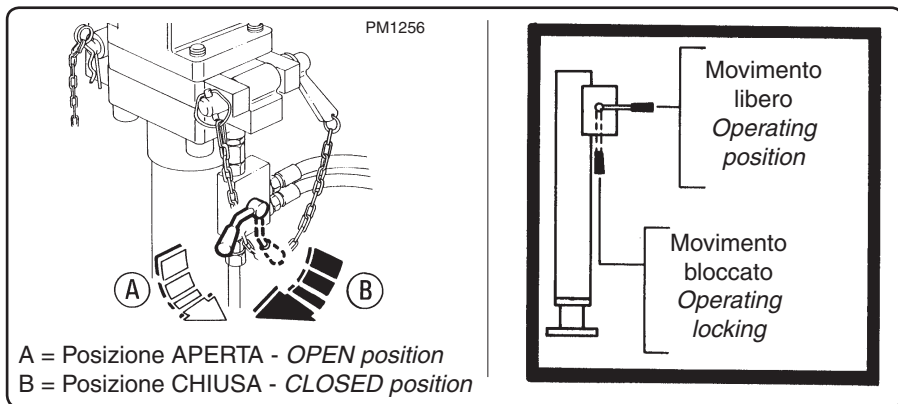

fig. 6.7.13
- 1 Aprire il rubinetto valvola (fig. 6.7.13) per permettere lo sfilamento verticale del martinetto stabilizzatore e agire sulla leva del distributore.
- 1 Open the valve (fig. 6.7.13) to allow vertical extension of the outrigger cylinder and operate the control valve block lever.
Completata la messa in opera di tutti i martinetti stabilizzatori accertarsi che le leve di fig. 6.7.13 si trovino tutti in posizione chiusa "B".
Once you have operated all the outrigger cylinders, make sure the levers shown in fig. 6.7.13 are locked in position "B".